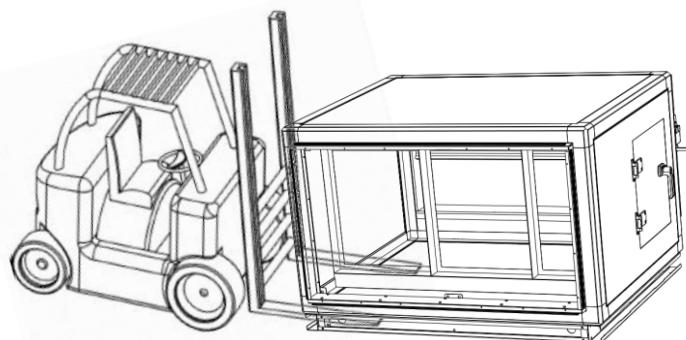

图 2.2 机组水平搬运方法示意
- 机组在平整的地面上搬运时推荐使用叉车方式运输,详见图2.2。叉车应该作用于机组底座或木架,避免损坏机组。